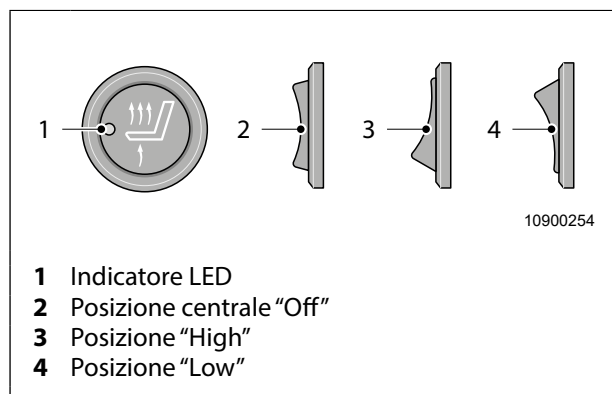

Fig. 2 Interruttore del riscaldamento del sedile
1. Premere verso l'alto l'interruttore del riscaldamento del sedile al livello "High" (Fig. 2, pos. 3).
Il LED (Fig. 2, pos. 1) s'illumina in rosso. Il tempo di riscaldamento è di ca. 2 minuti.
1. Premere verso il basso l'interruttore del riscaldamento del sedile al livello "Low" (Fig. 2, pos. 4).
Il LED (Fig. 2, pos. 1) s'illumina in verde. Il tempo di riscaldamento è di ca. 6 minuti.
1. Premere l'interruttore del riscaldamento del sedile in posizione centrale (Fig. 2, pos. 2).